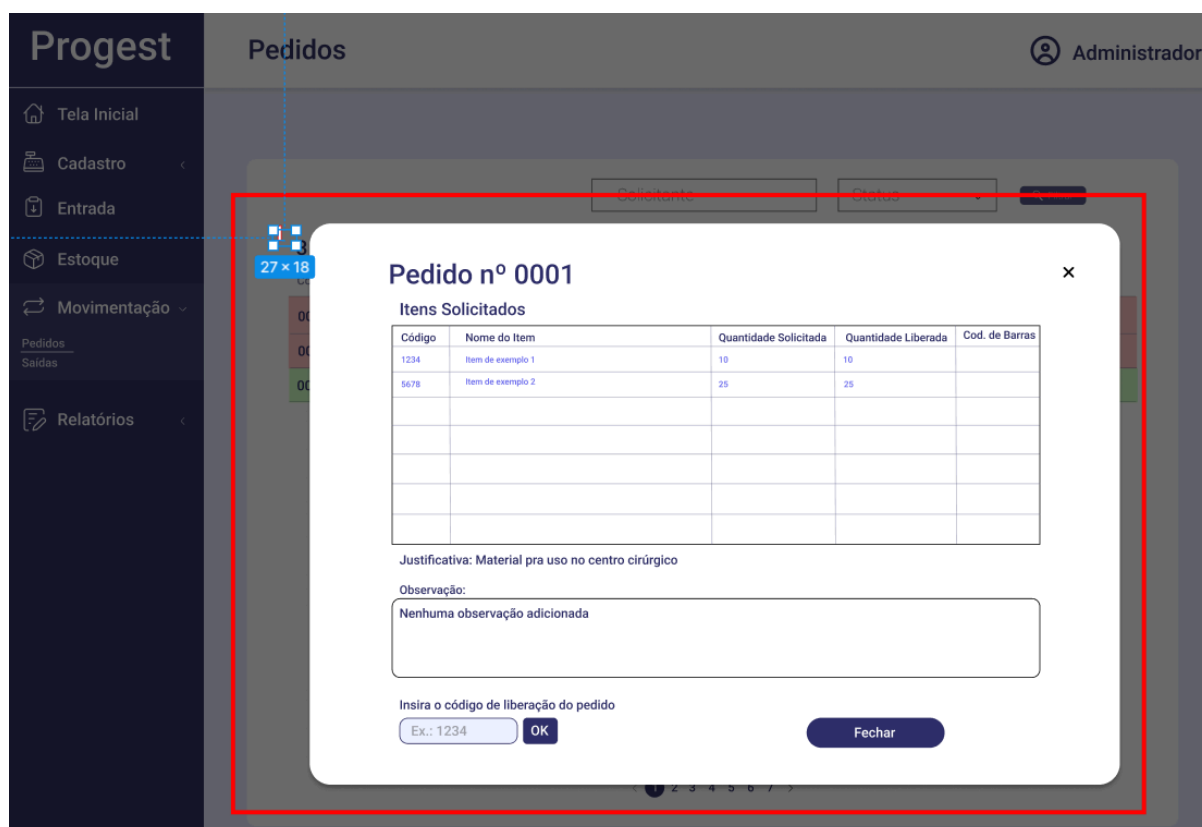

Figura 22: Tela de confirmação do pedido
- **Passo 3: Validar a Entrega com o Código** Quando o solicitante for retirar o material, o Almojarife deve clicar novamente em "Visualizar" no pedido correspondente. A janela exibida será diferente (Figura 22), pois o pedido já foi liberado. Para finalizar a entrega, o Almojarife deve: